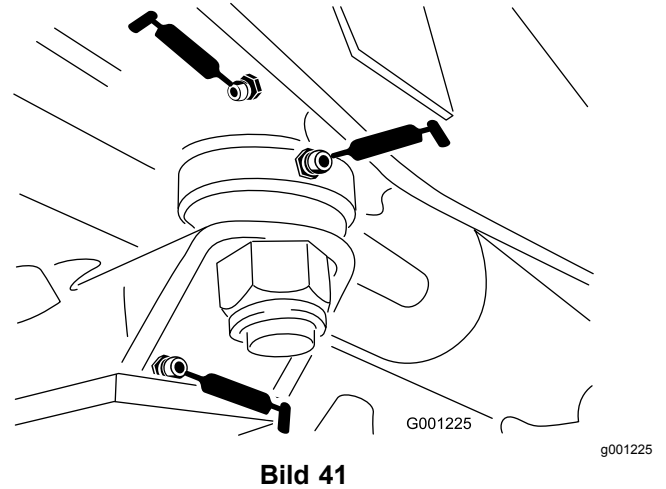

Bild 41
- Lenkplattenbüchsen (Bild 41)
- Achszapfenbüchse (Bild 41)